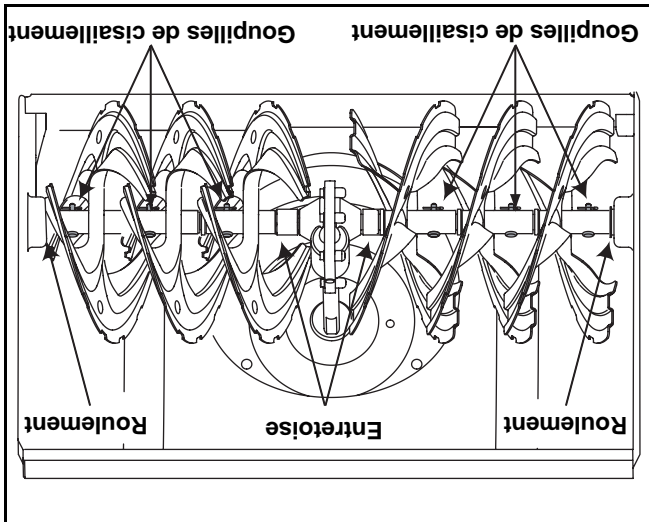

Figure 21 - Tarière de 30 po illustrée.
- Enlevez les goupilles de cisaillement sur l'arbre de la tarière, au moins une fois par saison. Vaporisez un lubrifiant à l'intérieur de l'arbre et autour des entretoises. Lubrifiez aussi les roulements à bride trouvés à chaque extrémité de l'arbre de la tarière. Voir la Figure 21.